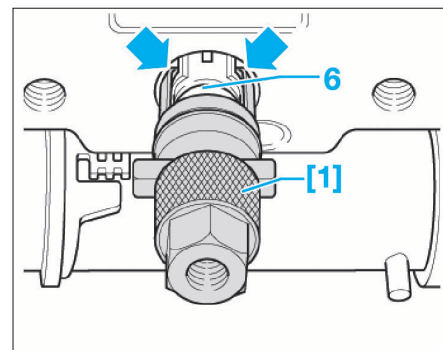

FIG. 45
- [1]. Extracteur (ref. T10133/1) (Fig.45).
- Positionner l'extracteur [1] sur l'injecteur (6). Puis serrer la molette de l'outil [1] (Fig.45).